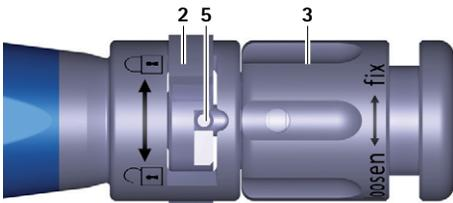

Rys. 2 Mocowanie implantu próbnego do instrumentu do wprowadzania
- ▶ Podłączyć implant próbny **D** do dwuscianu **7** instrumentu do wprowadzania **A**, patrz Rys. 2. Należy przy tym zwrócić uwagę na wyrównanie próbnego implantu (napis na instrumencie do wprowadzania).